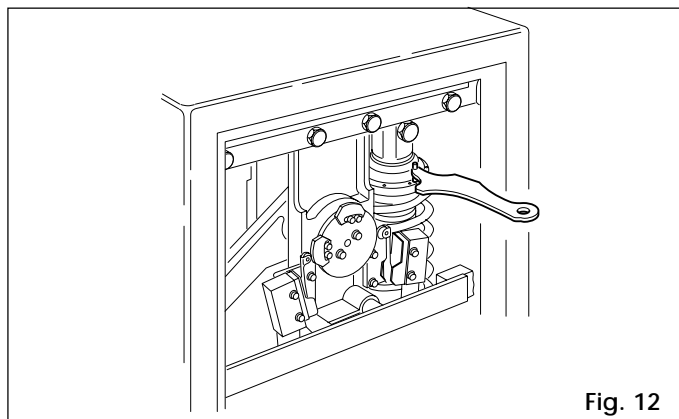

Fig. 12
- 2) Ajuster l'écrou de précontrainte comme indiqué en fig. 12 au moyen de la clé adéquate.